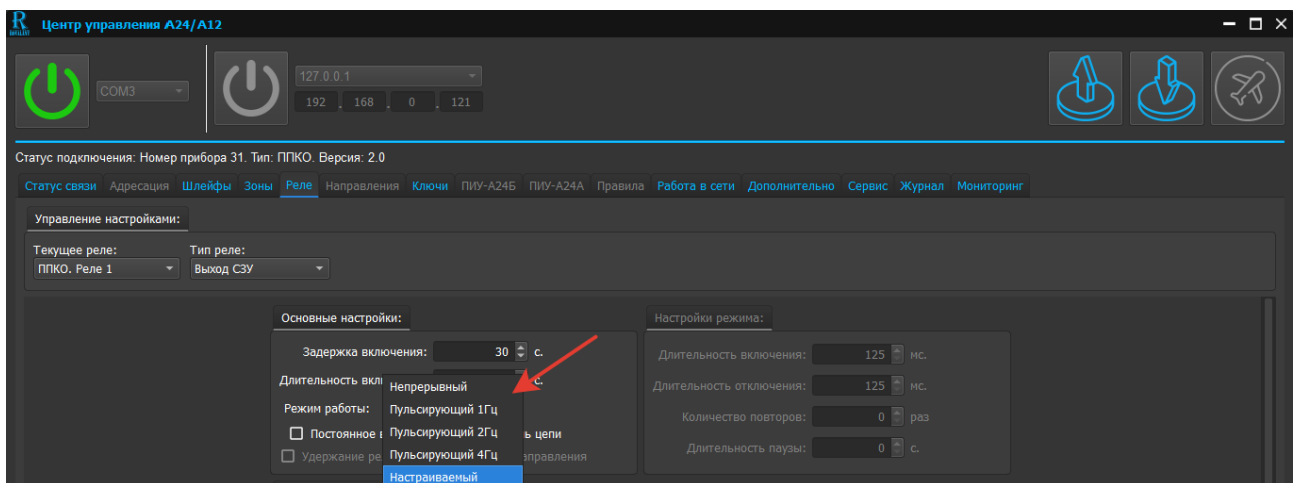

Рис. 46. Скриншот окна редактирования вкладки «Режим работы» реле типа «Выход СЗУ»
- ✓ «Режим работы» (см. рисунок 46) – программируется режим работы реле.